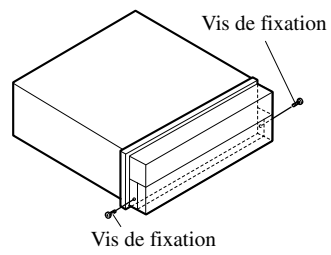

Fig. 17
- Fixez le panneau avant à l'appareil en utilisant les vis de maintien après avoir déposé le panneau avant. (Fig. 17)